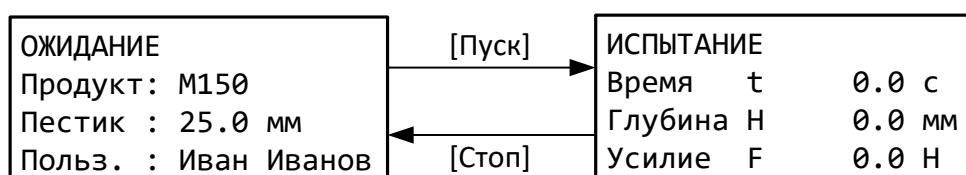

Рисунок 10 – Окно испытания
4.5.1 В окне ожидания нажать [Пуск] – после набора давления, пистик медленно опустится до касания пробы, откроется окно испытания (рисунок 10).